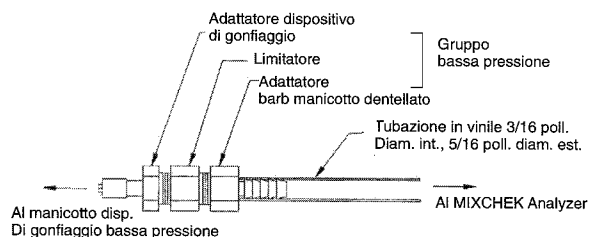
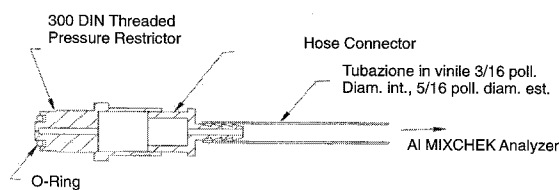

Figura 1
Figura 2
**Modello portatile:** Il modello portatile viene fornito con un manicotto in vinile da 3/16" collegato alla porta d'ingresso e adattatori per acquisire un campione di gas dal manicotto del dispositivo di gonfiaggio (vedi Figura 1). E' disponibile un limitatore di flusso opzionale per trarre campioni di gas direttamente dalle bombole. (vedi Figura 2)